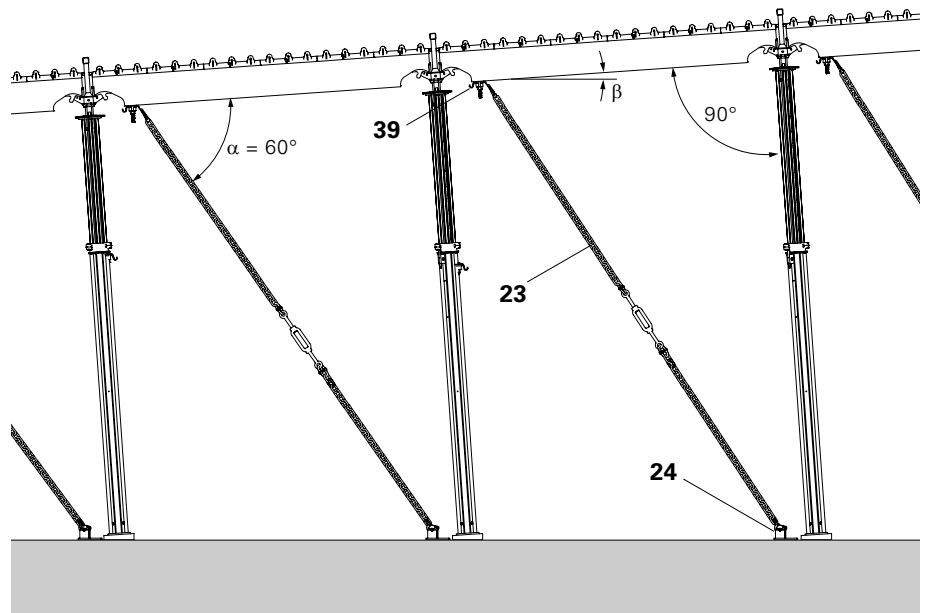

Fig. A11.01
L'utilisation de la tête d'étais SSK est également possible. (Fig. A11.01)
2. Monter la platine de pied (24) sur une surface suffisamment rigide, par exemple à l'aide d'un boulon d'ancrage PERI 14/20x130, Article no. 124777. Prendre en considération la fiche de données techniques!
3. Visser l'éclisse de contreventement SAO (39) à la poutrelle SLT.
4. Fixer la chaîne de coffrage (23) à l'éclisse de contreventement SAO (39).
6. Serrer la chaîne de coffrage. (Fig. A11.01)